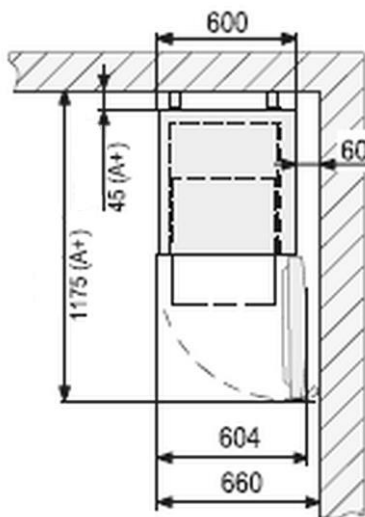

Fig. 4
- Si l'appareil doit être installé dans un angle de pièce, assurer une distance sur les côtés d'au moins 60 mm (fig. 4).